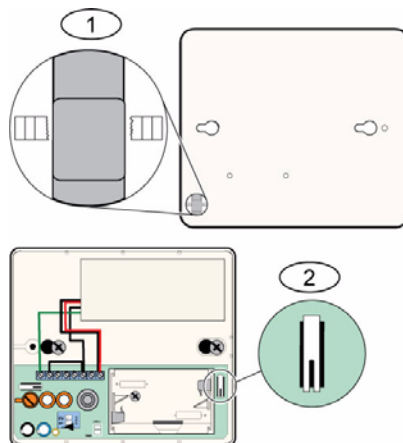

Bild 10.12 Abreiß- und Deckel-Sabotagekontakte
Siehe *Bild 10.12* auf *Seite 118*.
3. Innerhalb von 10 Sekunden nach erneutem Einlegen der Batterien viermal kurz auf den Deckel-Sabotagekontakt drücken. Siehe *Bild 10.12* auf *Seite 118*. Der Melder begibt sich in den HFSS-Modus.